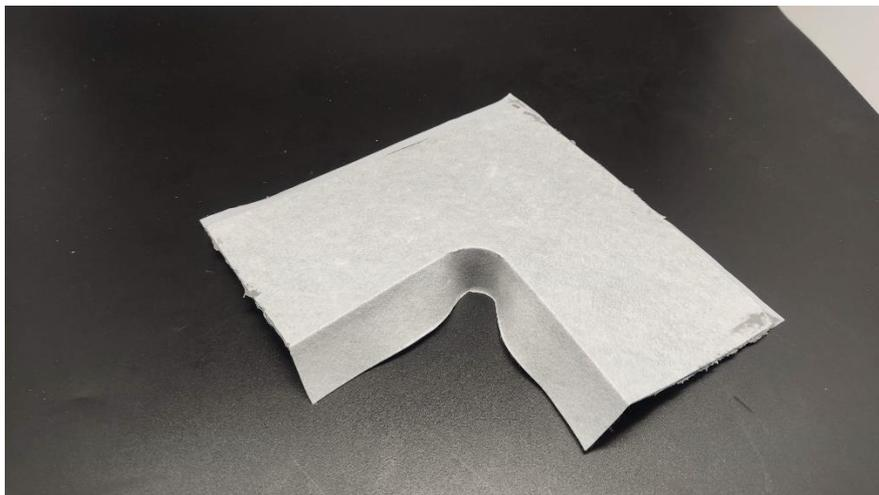

Figure 6 : Angle Multifonction
- Angle multifonction (Figure 6) : permet de traiter les autres configurations d'angle. Les différents angles et leur traitement au moyen des angles 3D préformés sont décrits en Figure 11.